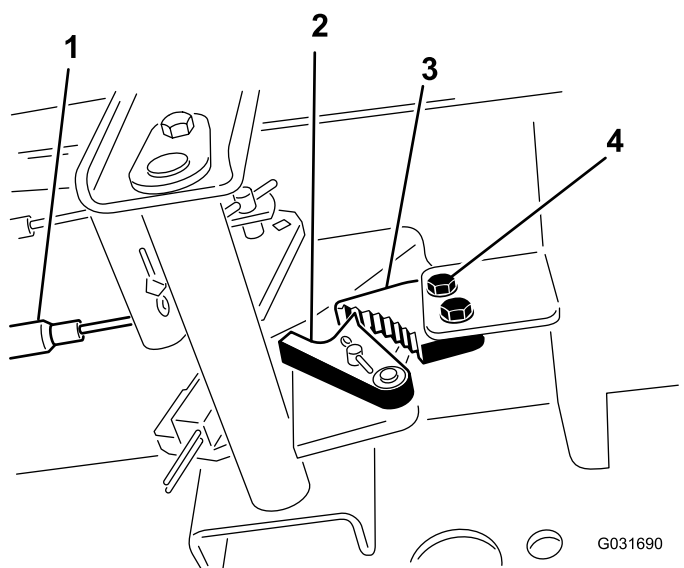

Figure 90
1. Desserrez les 2 vis qui fixent le cliquet du frein de stationnement au cadre (Figure 90).
2. Appuyez sur l'avant de la pédale du frein de stationnement jusqu'à ce que le verrou s'engage complètement sur le cliquet du frein (Figure 90).